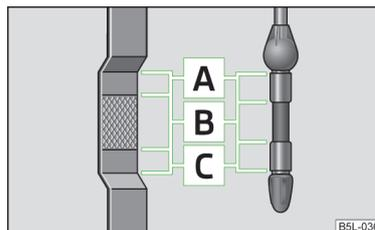

Fig. 130
- ¡Si el nivel de aceite se encuentra por encima de la zona A, » fig. 130 de la página 173  no seguir conduciendo! Parar el motor y recurrir a la asistencia profesional de un taller especializado.
La varilla de medición de aceite indica el nivel de aceite de motor » fig. 130.
El nivel de aceite no debe sobrepasar nunca la zona **A** » fig. 130. ¡Riesgo de daños en el sistema de gases de escape!